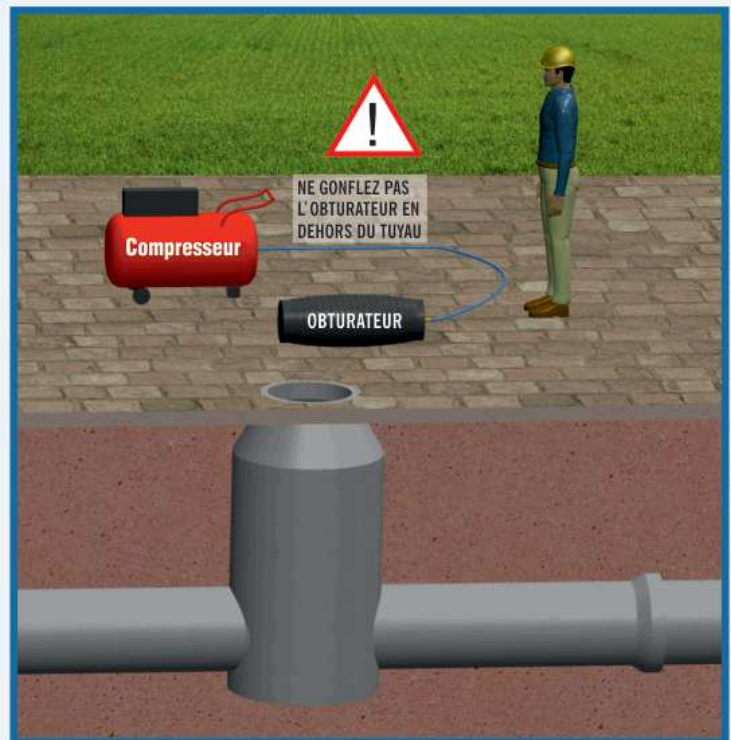

Figure 8
- [12] Ne gonflez jamais l'obturateur à l'extérieur du tuyau. (Figure 8)